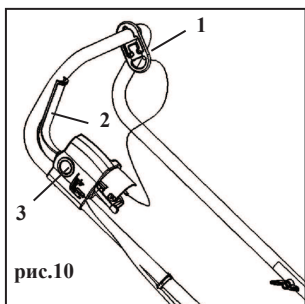

рис.10
6.1.3 Зафиксируйте шнур питания в держателе 1 (рис.10)
6.2.3 Нажмите на кнопку блокировки 3 (рис.10) и не отпускайте её.
6.2.4 Прижмите предохранительную ручку 2 (рис.10) Удерживая её в этом положении, отпустите кнопку блокировки. Убедитесь, что двигатель заработал, соответственно режущий механизм должен вращаться.
6.2.5 Остановка двигателя. Отпустите предохранительную ручку 2 (рис.10). Двигатель и режущий механизм остановятся через некоторое время.
6.4.1 Отпустите предохранительную ручку **2** (рис.10) и подождите пока двигатель остановится. Приподнимите крышку травосборника и снимите травосборник. Очистите травосборник.